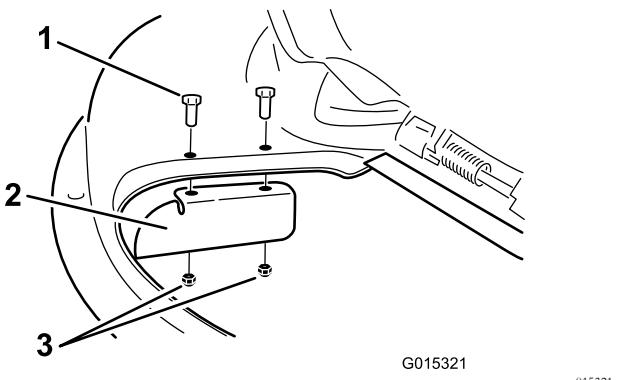

Figura 29
9. Installate il deflettore di scarico sul piatto di taglio (Figura 29).
3. Staccate il deflettore di scarico dal piatto di taglio (Figura 29).